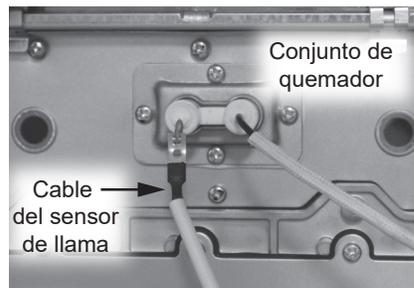

Figura 81 - Retiro el cable del sensor de llama
- 5 Ubique el cable del sensor de llama conectado al conjunto de quemador. Desconecte el cable y déjelo a un lado para un acceso fácil al múltiple de gas. Consulte la Figura 81.
34 Ubique el sensor de llama que se desconectó anteriormente del conjunto de quemador en el **Paso 5**. Conecte el cable del sensor de llama. Consulte la Figura 81.